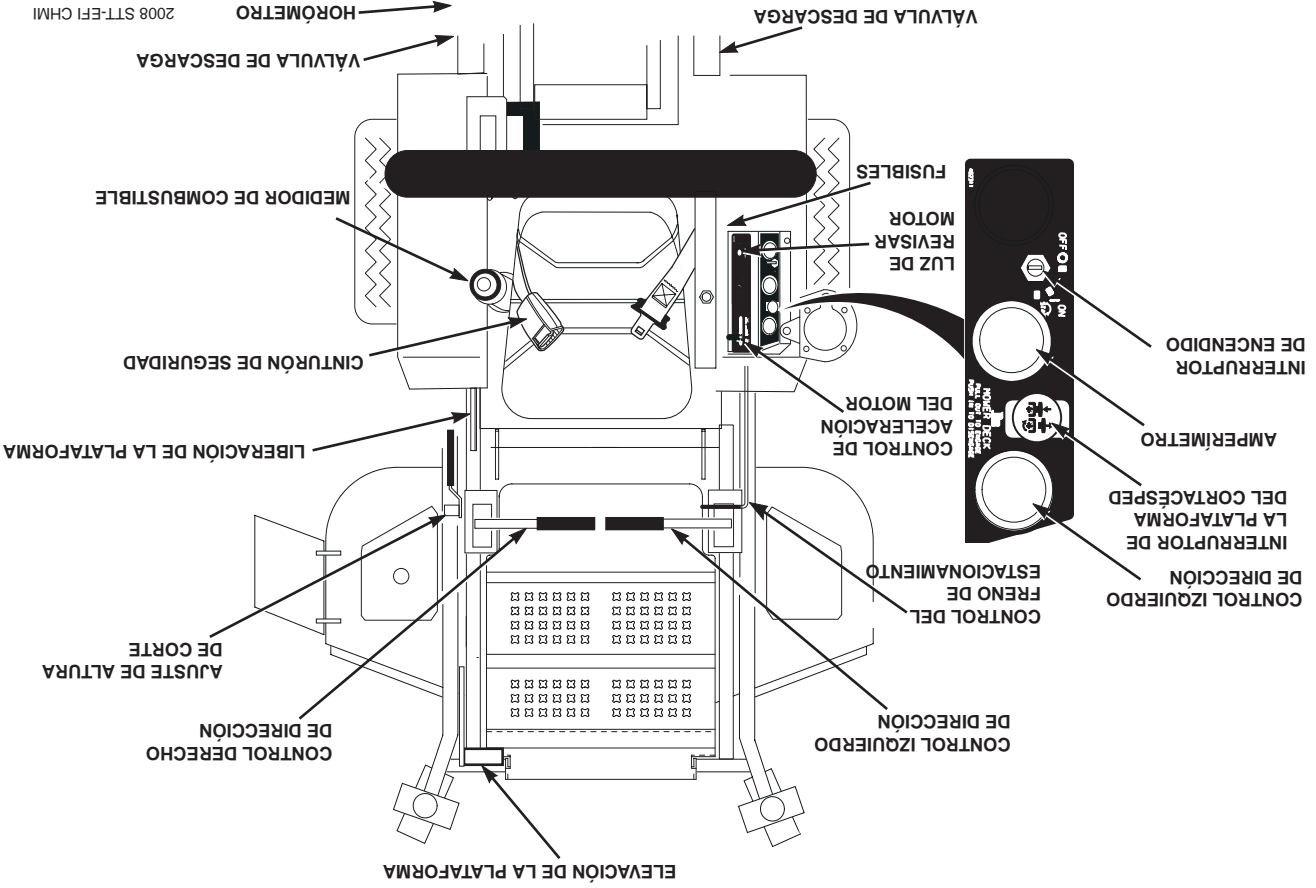

Figura 4-1 Controles e Instrumentos de control horario
5. **Horómetro (Figura 4-1).** Indica el número de horas que ha operado el motor. Opera cuando el interruptor de la llave de encendido está en la posición ON. Ha fijado los recordatorios para el mantenimiento del motor y los cambios de aceite del sistema hidráulico. El mantenimiento programado empezará a destellar 2 horas antes de la hora establecida y continuará destellando hasta 2 horas después. Reinicia automáticamente.
6. **Portafusibles (Figura 4-1).** Dos fusibles de 20 Amp protegen el sistema eléctrico del cortacésped. Para reemplazar los fusibles, retire el fusible del zócalo e instale uno nuevo.
7. **Control izquierdo de dirección (Figura 4-1).** Usado para controlar la rueda izquierda del cortacésped al avanzar hacia adelante o en reversa.
8. **Control derecho de dirección (Figura 4-1).** Usado para controlar la rueda derecha del cortacésped al avanzar hacia adelante o en reversa.
9. **Control del freno de estacionamiento (Figura 4-1).** Usado para accionar y desconectar los frenos de estacionamiento. Tire de la palanca para accionar los frenos de estacionamiento. Presione la palanca para desconectar los frenos de estacionamiento.
10. **Indicador de combustible (Figura 4-1).** Indica la cantidad de combustible en el tanque.
12. **Palanca de pie de elevación de plataforma (Figura 4-1).** Usada para levantar y bajar la plataforma de corte.
13. **Ajuste de la altura de corte (Figura 4-1).** Usado para poner la plataforma de corte en la altura de corte deseada.
14. **Palanca de liberación de la plataforma (Figura 4-1).** Usada para trabar la plataforma de corte en la
15. **Indicador de temperatura (Figura 4-1).** Indica la temperatura de operación del motor. Se usa en máquinas cortacésped con motores enfriados por líquido solamente.
16. **Cinturón de seguridad (Figura 4-1).** Usado para asegurar al operador. El cinturón de seguridad debe usarse solo cuando la barra contra vuelco esté en posición vertical y bloqueada.
17. **Luz de comprobación de motor (Figura 4-1).** Indica la operación de la inyección eléctrica de combustible Kohler (EFI). Si ocurre un problema con el motor, la luz destellará un código. Consulte con su distribuidor autorizado de Scag para diagnóstico y reparación.
1. **Interruptor de encendido (Figura 4-1).** El interruptor de encendido se usa para arrancar el motor y tiene tres posiciones; OFF, ON, y START.
2. **Interruptor de la plataforma del cortacésped (Figura 4-1).** Usado para accionar y desconectar el sistema de transmisión del cortacésped. Tire del interruptor para accionar la transmisión de plataforma. Presione el interruptor para desconectar la transmisión de plataforma.
3. **Control de aceleración del motor (Figura 4-1).** Usado para controlar la velocidad de motor. Presionando la palanca hacia abajo aumenta la velocidad del motor. Tirando de la palanca hacia atrás disminuye la velocidad del motor. La posición completamente hacia atrás es la posición de MARCHA EN VACÍO. La posición de corte es la de más adelante.
4. **Voltímetro (Figura 4-1).** Indica la condición de carga del sistema. Cuando el motor está funcionando, la aguja debe estar hacia el extremo positivo del medidor. Si la aguja está hacia el extremo negativo del medidor, esto indica una condición de descarga y la máquina debe ser llevada para darle servicio.